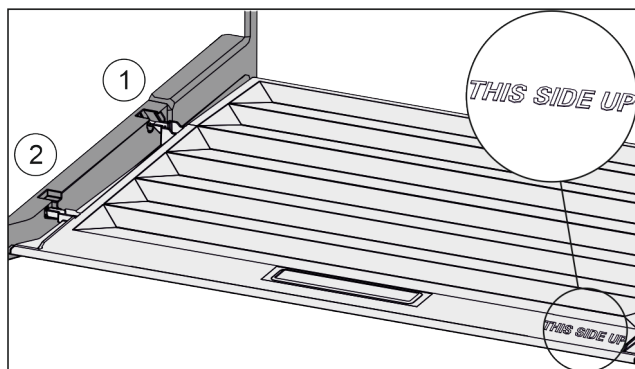

Fig. 27
- ▶ Výstupky veka zaved'te cez otvor zadného držiaku Fig. 27 (1) a zaistite vpredu v držiaku Fig. 27 (2).